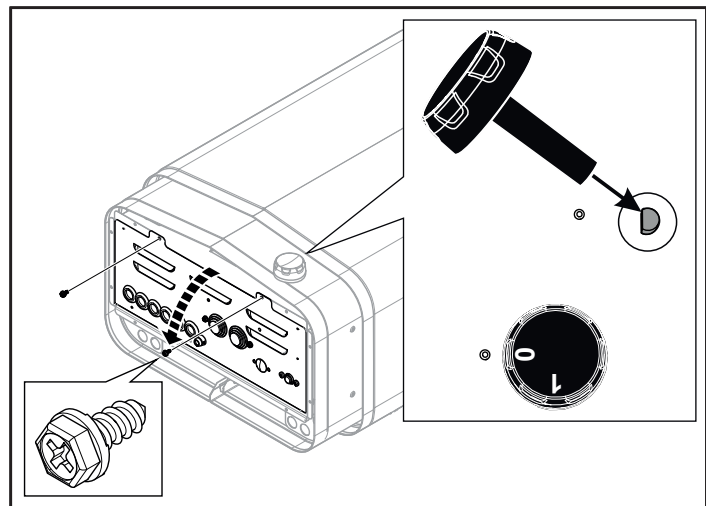

Figure 8 : Ouverture/fermeture du couvercle
1. Couchez le poêle avec la face avant dirigée vers le haut. Monter le bouton (voir la figure 8).
2. Desserrez les vis et ouvrez le couvercle (voir figure 8).
7. Fermez le couvercle et serrez les vis (voir figure 8).